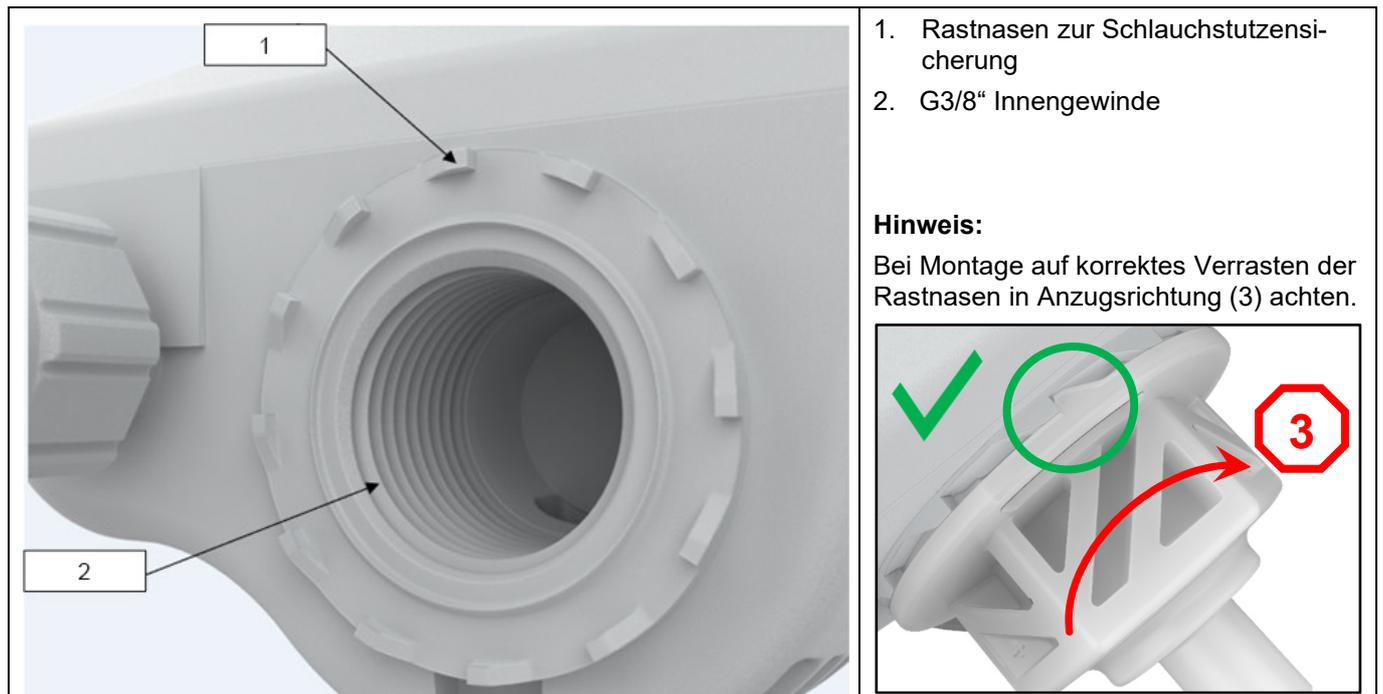

Abbildung 6
Optional kann an dem 3/8" Gewinde (Abbildung 6, Pos 2) des Kopfteils ein am Markt verfügbares Schlauchanschluss-Material montiert werden.
Für das G3/8“ Gewinde (Abbildung 6, Pos 2) gibt es original elobau Schlauchstutzen. Diese sind separat als Zubehör in unterschiedlichen Größen erhältlich. (Siehe Kapitel 8 Zubehör und Ersatzteilliste).
- ▶ Schlauchstutzen muss gemäß Abbildung 6 einrasten. Ist dies nicht der Fall, Schlauchstutzen weiter in Anzugsrichtung eindrehen, bis der Schlauchstutzen mit der nächsten Rastnase am Gehäuse sichtbar einrastet.
Schlauchanschluss-Material von Fremdanbietern können in das G3/8“ Gewinde (Abbildung 6, Pos 2) montiert werden. Voraussetzung ist ein demontierter elobau Schlauchstutzen. Lesen Sie die Vorgehensweise hierzu im Kapitel 5.4.2 Montage und Demontage Schlauchstutzen.